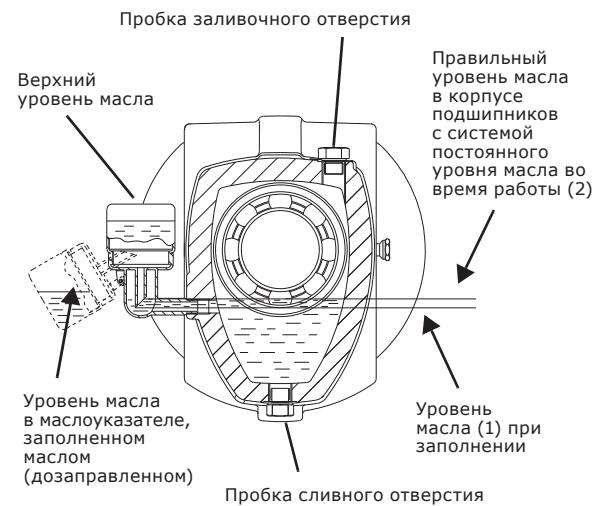

Рис. 18 Заливка масла
2	Отвести в сторону маслёнку и залить масло через заливочное отверстие, чтобы оно достигло уровня (1) в соединительном колене. См. рис. 18.
3	Залить резервуар маслоуказателя маслом и вернуть маслоуказатель в прежнее положение. Теперь маслом будет заполняться корпус подшипников. В процессе заполнения в резервуаре появляются воздушные пузырьки. Продолжать заполнение, пока масло не достигнет необходимого уровня (2). См. рис. Рис. 18.
Внимание Уровень масла в корпусе подшипников должен быть всегда таким, как показано на рис. 18. Регулярно проверяйте уровень масла во время работы и, при необходимости, добавляйте масло.